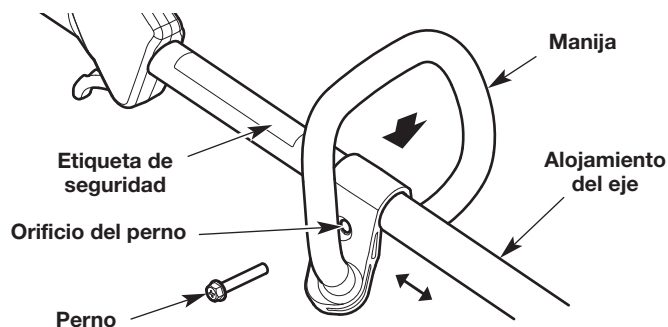

Fig. 3
1. Oprima la manija hacia abajo sobre el alojamiento del eje (Fig. 3). Asegúrese de que el orificio del perno mire hacia la derecha (Fig. 3).
2. Inserte el perno en el orificio del perno y oprímalo para que pase a través de él (Fig. 3). Ajuste el perno con un destornillador de cabeza plana, pero no lo ajuste completamente.
3. Mantenga la unidad en posición operativa (Fig. 11) y mueva la manija hasta una ubicación cómoda (Fig. 3). Compruebe que la manija esté ubicada más allá del extremo de la etiqueta de seguridad (Fig. 3).
1. Afloje el perno con un destornillador de cabeza plana (Fig. 3).
2. Mantenga la unidad en posición operativa (Fig. 11) y mueva la manija hasta una ubicación cómoda (Fig. 3). Compruebe que la manija esté ubicada más allá del extremo de la etiqueta de seguridad (Fig. 3).